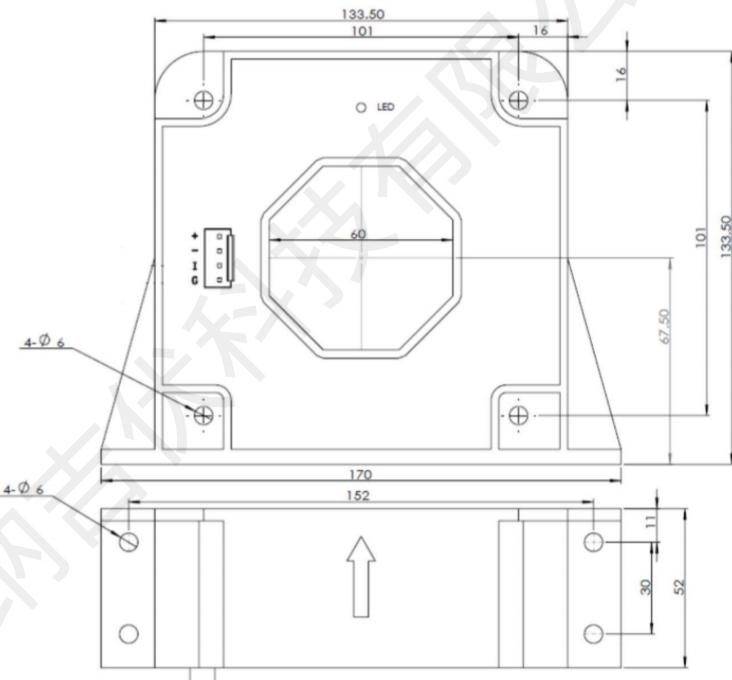

图 1
- 紧固点: 垂直方向 4 孔, 间距 152mmX30mm, 水平方向 4 孔, 如图 1 所示。